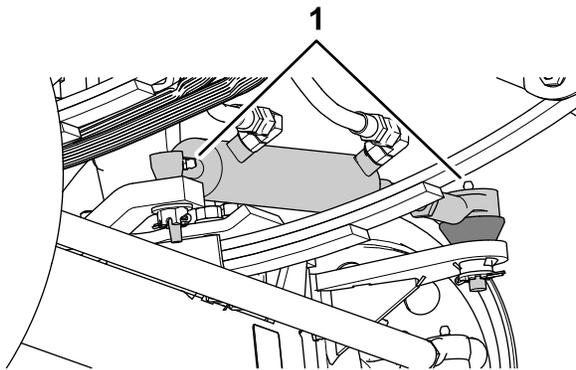
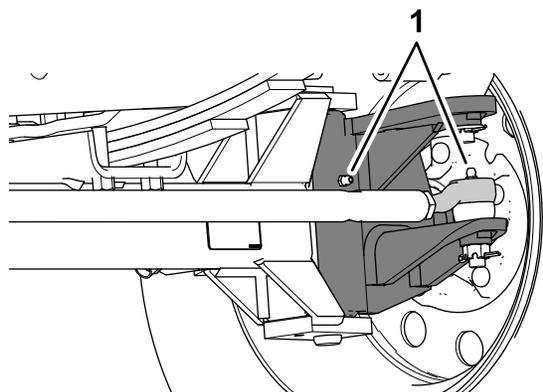

Figura 63
Figura 64
1. Limpe os bocais de lubrificação (Figura 63 e Figura 64).
2. Introduza o lubrificante nos bocais de lubrificação (Figura 63 e Figura 64).
**Nota:** As posições dos bocais de lubrificação estão ilustradas na Figura 63.